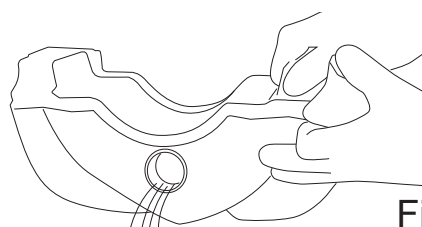

Fig.24
- Töm innehållet i tanken genom den främre öppningen (bild 24).